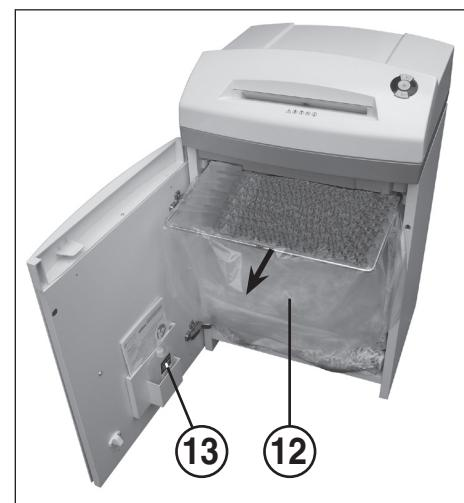

fig. 4
12 = Sac collecteur pour papier (fig. 4)
13 = Récipient d'huile (fig. 4)
### VIDER LE SAC COLLECTEUR POUR PAPIER (fig. 4)
Ouvrir la porte. Le voyant de contrôle (8) s'allume et le voyant LED de la touche de marche arrière (4) ainsi que le voyant de contrôle (7) clignotent. Retirer le récipient d'huile (13) (fig. 4) de son support dans la porte et refermer la porte.